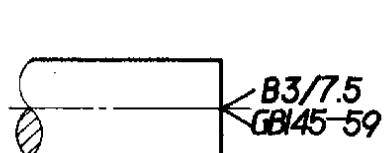

图 3
3.3 如需指明中心孔的标准代号时，则可标注在中心孔型号的下方（图 3、4）。